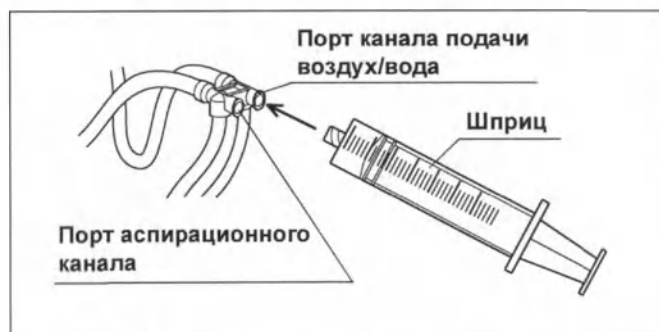

Рисунок 6.17
- 3** Присоедините шприц к порту канала подачи воздух/вода инъекционной трубки. (См. рис. 6.17)
- 9** Присоедините шприц к порту канала подачи воздух/вода инъекционной трубки. (См. рис. 6.17)